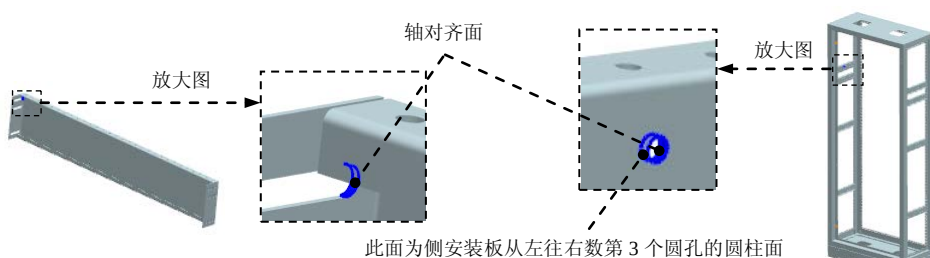

图 8.13.360 轴对齐面
(2) 单击“相关”区域中的命令，选取图 8.13.360 所示的两个钣金件上要配合的面。